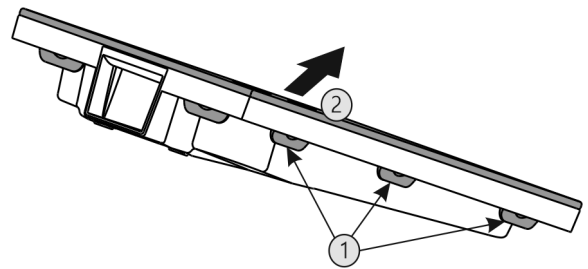

Fig. 29
- ▶ Alle lippen Fig. 29 (1) achtereenvolgens indrukken en de afdekking Fig. 29 (2) verwijderen.